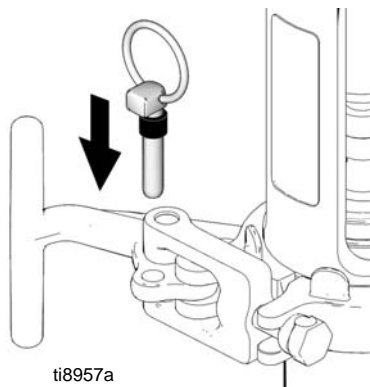

FIG. 23
4. (Afb. 23) Installeer de pin.